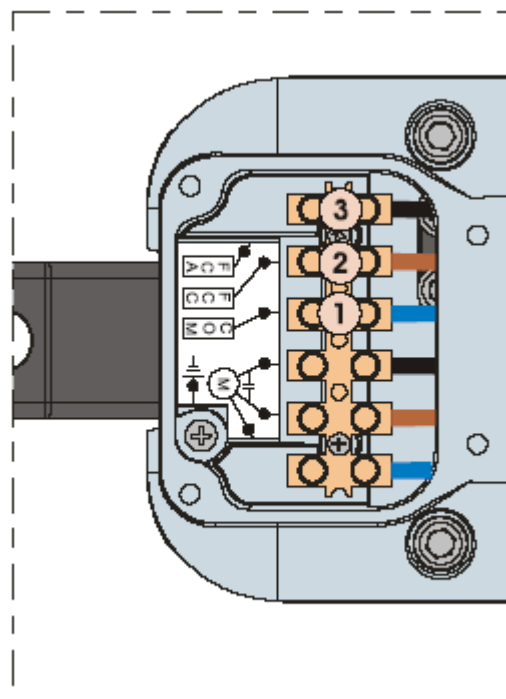

Рис. 17
- 3) Ввести кабель и подсоединить его к клеммам, соблюдая цвета, указанные в таблице на рис. 17.
- при подключении следует соблюдать цвет проводов в соответствии с таблицей на рис.17.